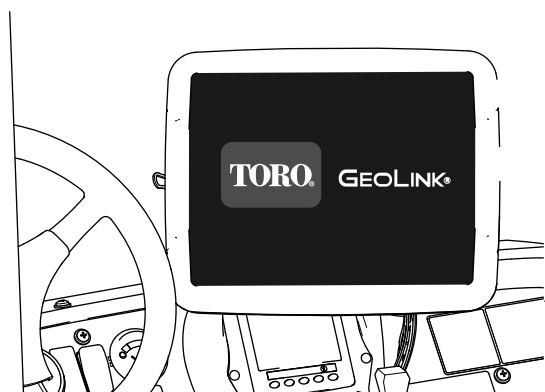

Figura 232
- Quadro di comando, visualizza immagini e testo (Figura 232)